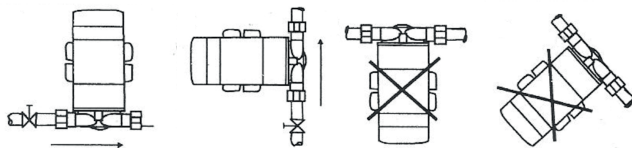

Рис. 2
11. Насос повышающий давление следует ВСЕГДА устанавливать в соответствии с рис. 2.